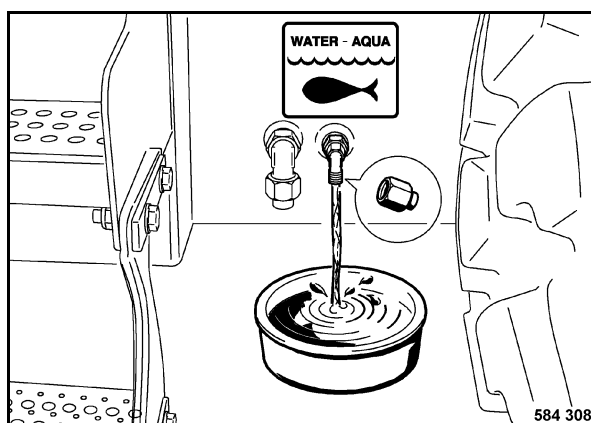

Fig. 208
- Desenroscar el tapón, dejar salir el medio refrigerante y recogerlo (Fig. 208).